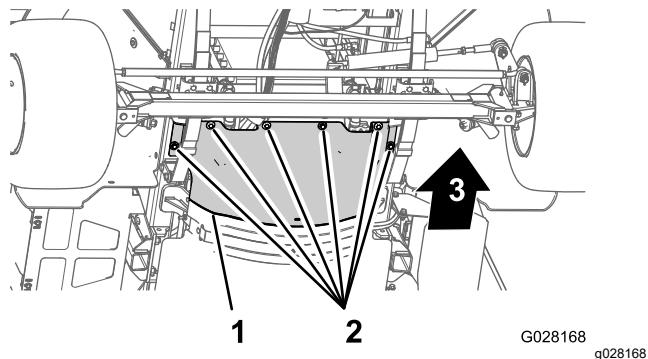

图 65
3. 卸下将前隔热罩固定至底盘的 6 个六角头螺栓和 6 个垫圈然后取下隔热罩 图 65。